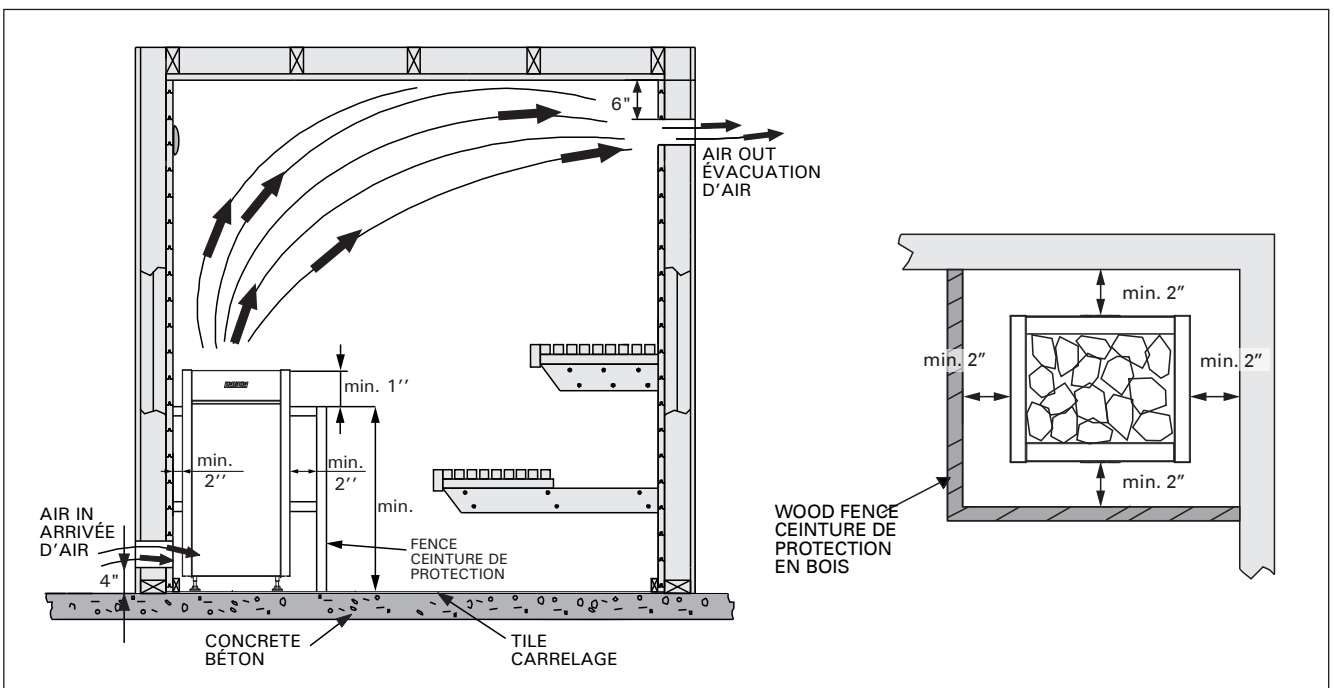

Figure 4. Ventilation de la cabine de sauna et dégagements min. entre la paroi et la ceinture de protection
Doit être assurée par une bouche d'aération basse située près du poêle à 4" (100 mm) du plancher et une bouche d'aération haute située sur la paroi opposée (si possible) à 6" (150 mm) du plafond ou à une hauteur minimale de 24" (600 mm) du plancher. Les bouches d'aération doivent être réglables et permettre de renouveler l'air 5 fois par heure. Le sauna doit être équipé du système d'aération requis par les autorités locales. Figure 4.
Les distances de sécurité minimales sont décrites sur la figure 4 et 5.
- Sortez le poêle du carton et posez-le à un emplacement approprié dans la cabine du sauna. Respectez les dégagements indiqués dans les figures 4 et 5.